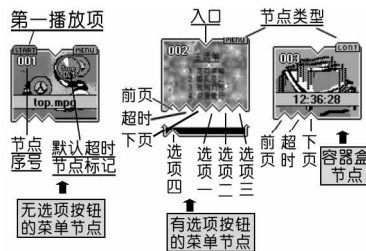
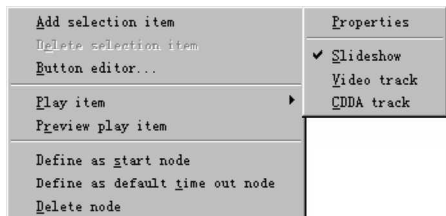

图 3
图 4
标窗口空白处再单击左键，屏幕上就会出现图 3 所示空白节点大图标。当节点数量增多而不能全部显示在屏幕上时，可单击“Zoom out”按钮转换为小图标方式。
的序号，左上角的“START”是缺省“开始节点”的标记，即“首播项”（图3）。需要改变“首播项”时，可在非“START”的节点图标单击右键，并在弹出菜单中（图4）选择“Define as Start node”。
c. 改变播放项的类型: 可选择图4的“Play item/ Slideshow (静图)”或“Video track (视频)”。改变类型时, 原有内容将被删除。
在节点上单击右键,选择图4所示的“Button Editor”项,则弹出按钮编辑窗口(图8),我们可以根据需要使用鼠标画出选单按钮。